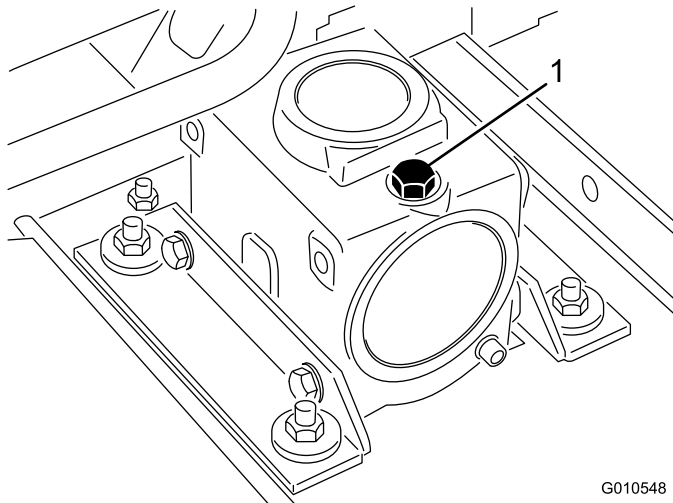

图 17
- 请从齿轮箱顶部拆下量油尺/加油塞图 17 确保润滑油介于量油尺上的标记之间。如果润滑油油位较低请添加足够的润滑油直至油位介于标记之间。